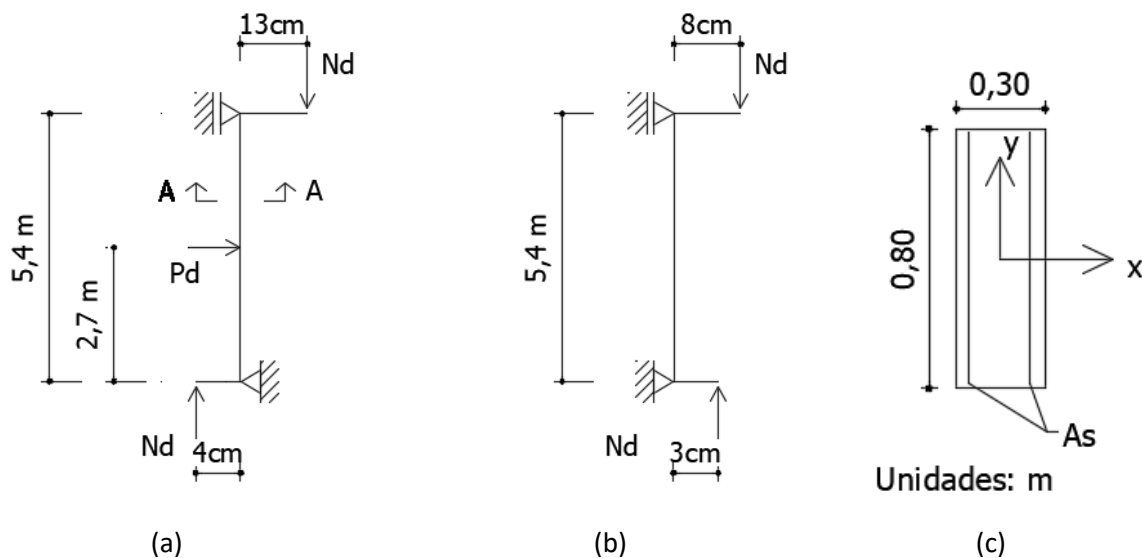

Figura 1
Este pilar está sujeto a una carga de compresión $N_d = 3400 \text{ kN}$, que actúa con las excentricidades representadas en la Figura 1 para cada plano de estudio. Además, en uno de los planos de estudio, se encuentra sometido a un esfuerzo horizontal $P_d = 250 \text{ kN}$, actuando a la mitad de su altura.
- Diseñar la armadura longitudinal del soporte para satisfacer ELU de solicitaciones normales disponiendo la armadura tal como se indica en la sección transversal en la figura 1.